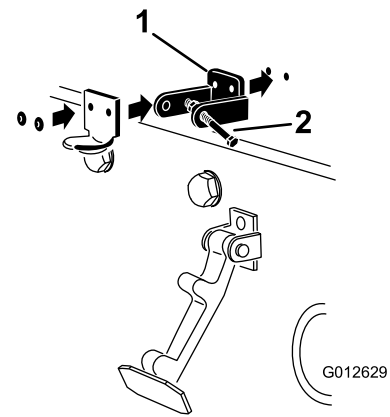

Figure 6
5. Rivez les supports et les rondelles sur le capot (**Figure 6**).